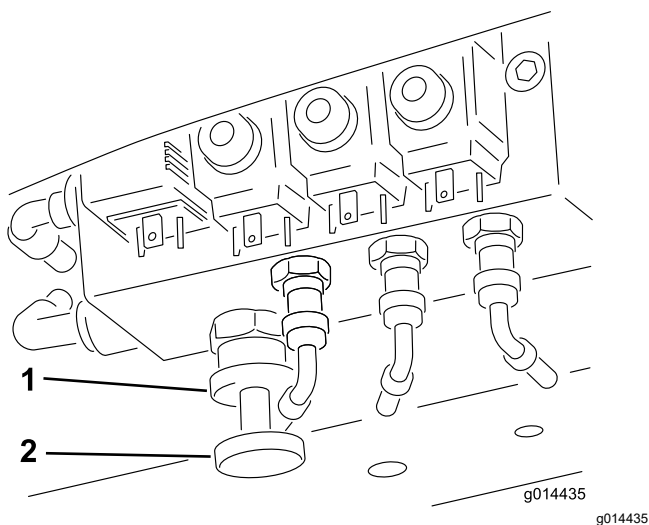

Bild 33
Aktivieren der Gewichtsverlagerung: Das Ausmaß der Gewichtsverlagerung kann je nach Einsatzbedingungen verstellt werden, indem Sie das Handrad für die Gewichtsverlagerung wie folgt drehen (Bild 33):
1. Lösen Sie die Sicherungsmutter des Ventils um eine halbe Umdrehung nach links und halten sie in dieser Stellung (Bild 33).
2. Drehen Sie das Ventilhandrad (Bild 33) nach links, um die Gewichtsverlagerung zu verringern, oder nach rechts, um die Gewichtsverlagerung zu erhöhen.